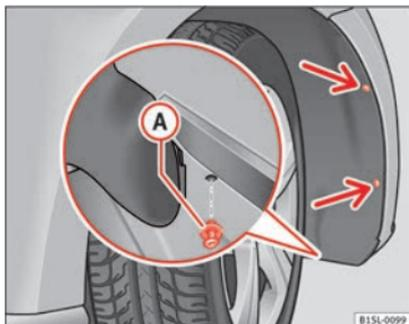
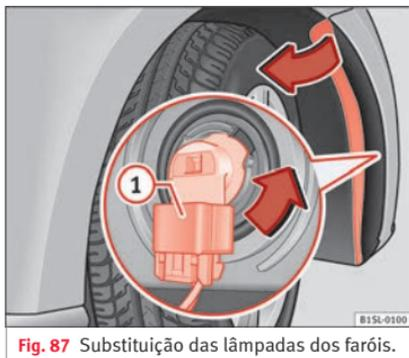

Fig. 86 No para-choques dianteiro direito: extraia os parafusos de fixação (setas) e retire o rebite expansivo (A).
Fig. 87 Substituição das lâmpadas dos faróis.
1. Desapertar 2 parafusos de fixação do embelezador do revestimento da cava das rodas ►► **Fig. 86** (setas) com a chave de fendas das ferramentas de bordo ►► Página 76.
2. Desapertar o rebite expansivo na parte inferior dianteira do revestimento da cava das rodas (A) com a chave de fendas das ferramentas de bordo e retire-o totalmente ►► Página 76.
4. Desbloquear o conector ►► **Fig. 87** (1) e retirá-lo.
5. Rode o porta-lâmpadas ►► **Fig. 87** na direção da seta, **no sentido contrário dos ponteiros do relógio** até ao limite e retire-o juntamente com a lâmpada deslocando-o para trás.
8. Ligue o conector (1) no porta-lâmpadas. O conector deve encaixar de forma audível.
10. Coloque o rebite expansivo no embelezador do revestimento da cavidade das rodas e pressione-o para dentro até ao final ►► **Fig. 86** (A).
11. Aparafuse os 2 parafusos de fixação ►► **Fig. 86** (setas) com uma chave de fendas.